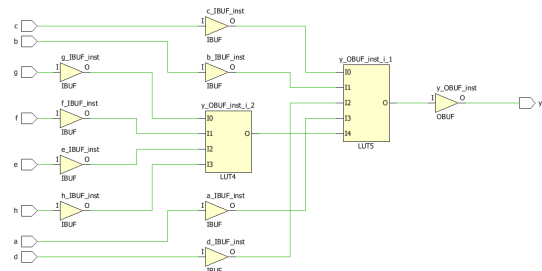

Figura 6. Diagrama do circuito sintetizado no Vivado utilizando o código do exercício 3.)
b) Ao sintetizar o código em VHDL desenvolvido foi obtido o circuito da Figura 6 que possui 9 pinos de I/O (8 de entrada e 1 de saída), conforme o esperado, e utiliza duas LUTs, de 4 entradas e 5 entradas.